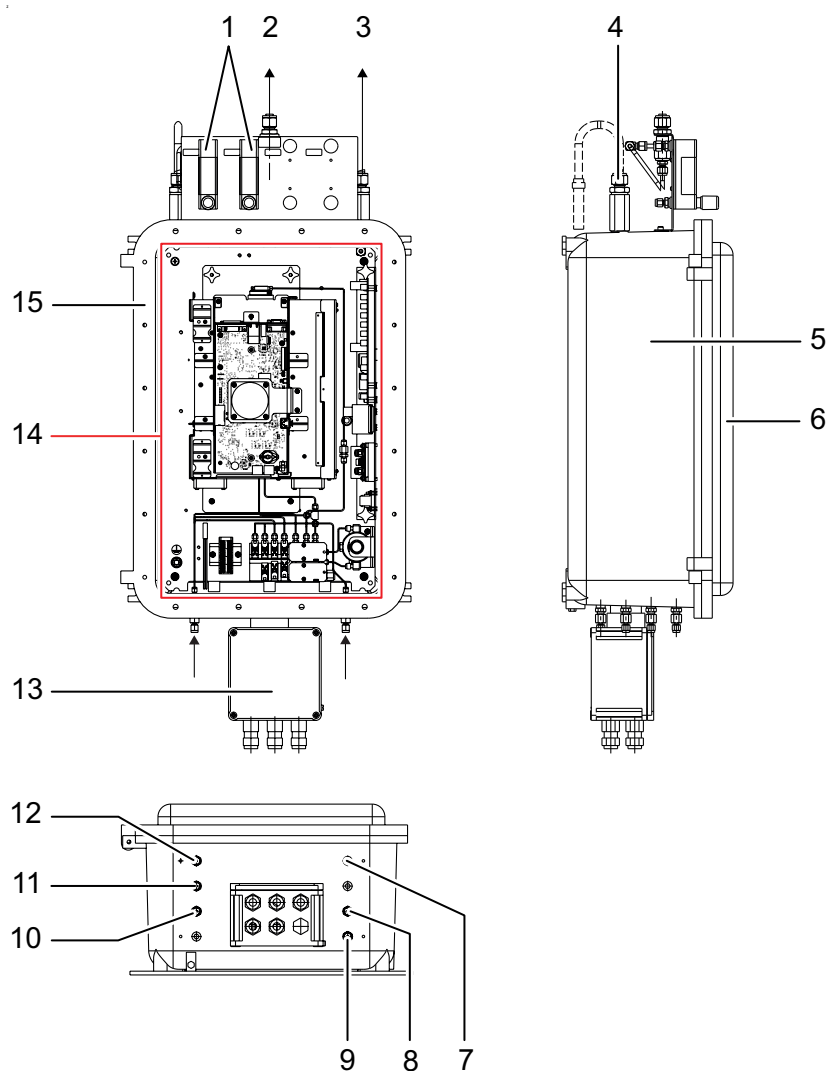

Abb. 3: PGC 9301/PGC 9301 Biogas mit Gehäuse zur Wandmontage
- PGC 9301/PGC 9301 Biogas mit Gehäuse zur Wandmontage (vgl. Abb. 3)